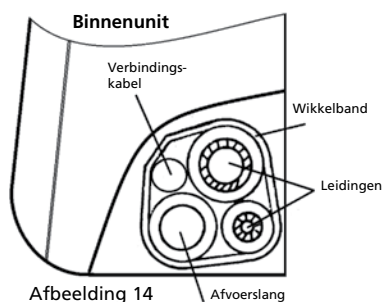

Afbeelding 13
draai de wartelmoer vervolgens met een steeksleutel en een momentsleutel vast zoals getoond in Fig. 13.
- c. Buitendeel: Draai de wartelmoer met de hand vast aan de aansluitingen op de kranen van het buitendeel en draai de moer vervolgens met een steeksleutel en een momentsleutel vast zoals getoond in fig. 13.